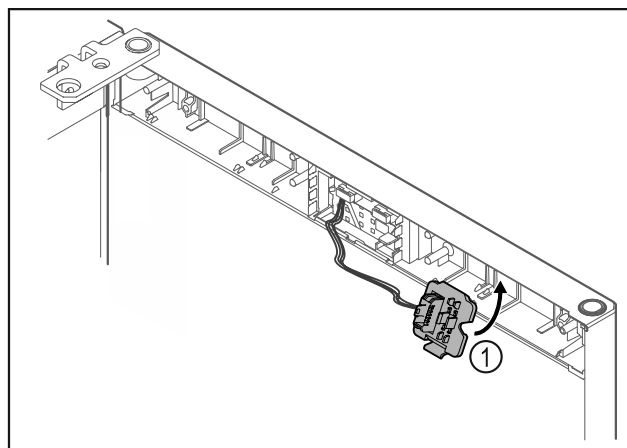

Fig. 23
- ▶ Steckerhouder Fig. 23 (1) aan tegenoverliggende zijde vergrendelen.